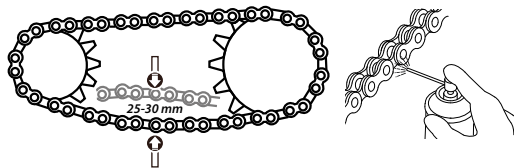

Imagen 23. Holgura de la cadena.
2. Mover la cadena con la mano hacia arriba y hacia abajo para revisar que su holgura esté entre 25 y 30 mm (ver imagen 23) .